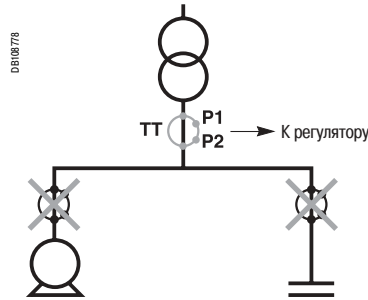

Рис. 13. Схема подключения трансформатора тока
- трансформатор тока должен быть установлен в цепи силового трансформатора (выше нагрузки и конденсаторной установки, см. рис. 13);
- подключите ТТ к одной из фаз трехфазной сети перед конденсаторной установкой и нагрузкой (рис. 13, 14). Вывод Р1 – со стороны трансформатора или источника питания. Вывод Р2 – со стороны нагрузки и конденсаторной установки;